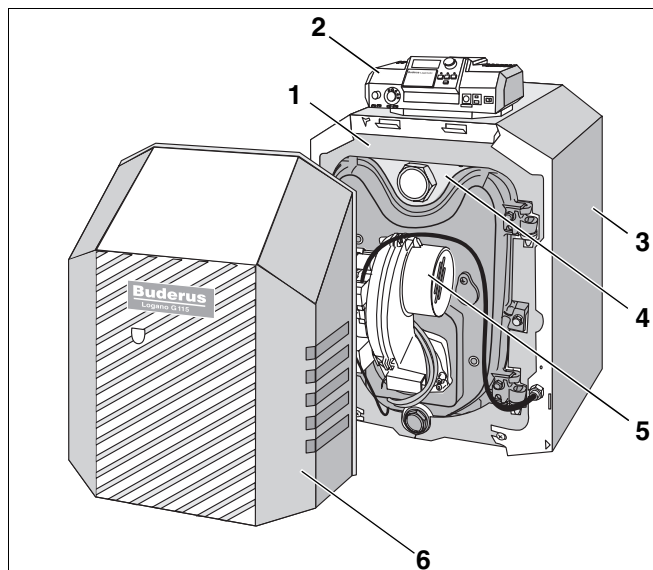
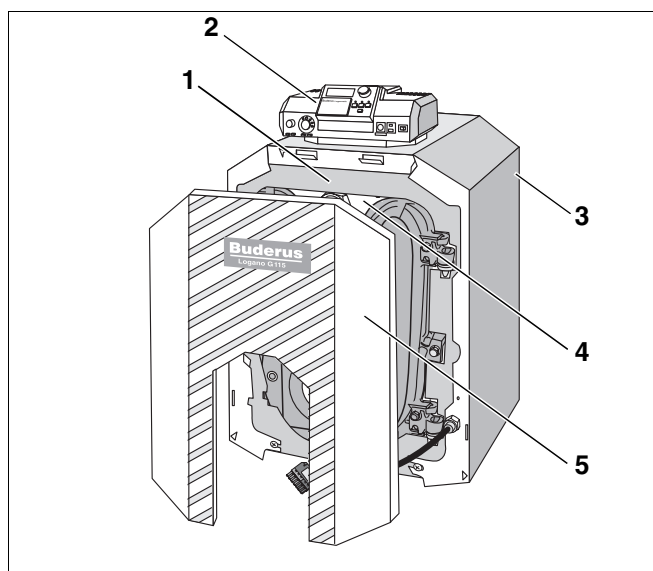

Fig. 1 Cazane speciale de încălzire cu motorină/gaz Logano G115 cu arzător Logatop
Fig. 2 Cazanul special de încălzire cu motorină/gaz Logano G115
Cazanul special de încălzire cu motorină/gaz Logano G115 (fig. 1) este echipat din fabrică cu un arzător Logatop (fig. 1, **poz. 5**).
Cazanul special de încălzire cu motorină/gaz Logano G115 (fig. 2) este echipat de către un specialist cu un arzător corespunzător cazanului de încălzire.
Componentele principale ale cazanului special de încălzire cu motorină/gaz Logano G115 cu arzător Logatop (fig. 1) și ale cazanului special de încălzire cu motorină/gaz Logano G115 (fig. 2) sunt:
- Blocul de cazan (fig. 1 și fig. 2, **poz. 4**) și arzătorul (fig. 1, **poz. 5**).
- Mantaua cazanului (fig. 1 și fig. 2, **poz. 3**), termoizolația (fig. 1 și fig. 2, **poz. 1**) și capacul arzătorului (fig. 1, **poz. 6**) respectiv mantaua frontală a cazanului (fig. 2, **poz. 5**).
- Aparat de reglare (fig. 1 și fig. 2, **poz. 2**).